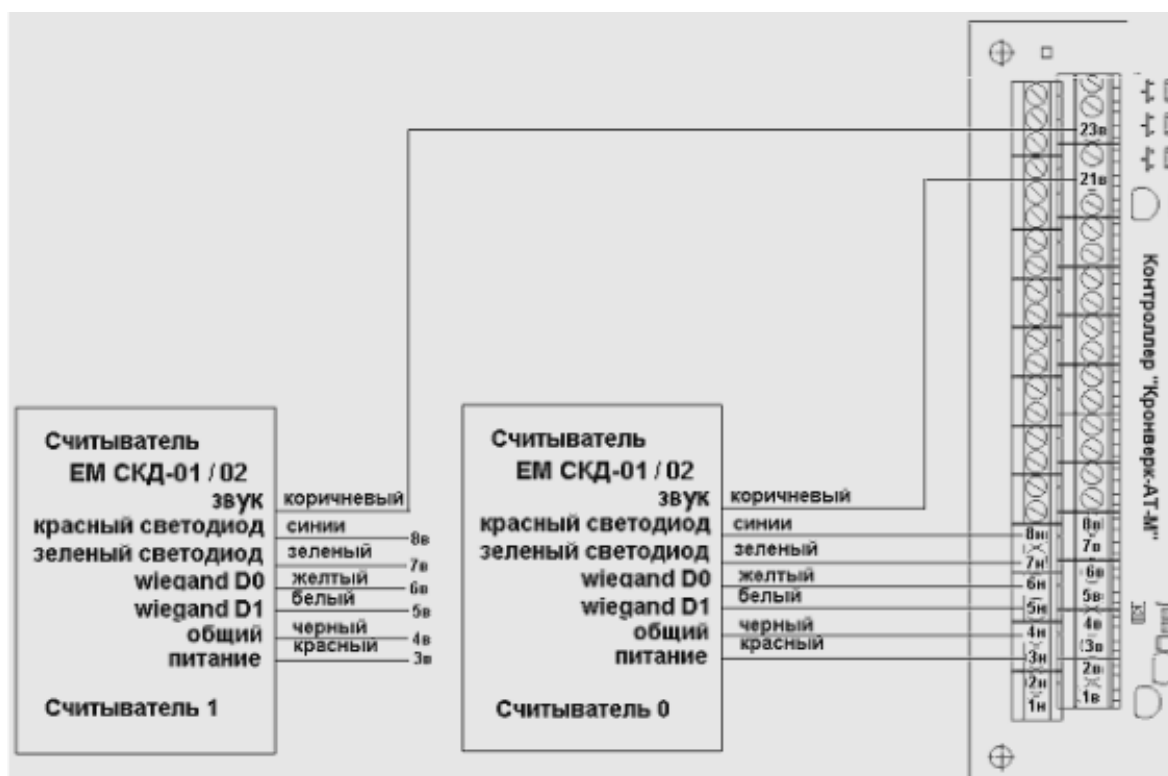

Рисунок 4. Подключение считывателей с Wiegand-интерфейсом
- Подавляющее большинство считывателей используют для подключения кабели CQR-8 или RAMCRO-8. Схема подключения считывателей приведены на рис.4.